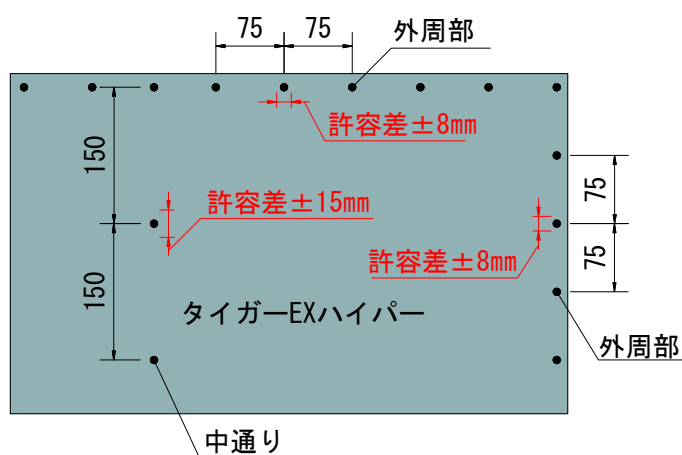

図 2 マーキングからのずれの許容差について
- ・くぎ留め間隔は、外周部で 75mm（マーキングからのくぎのずれの許容差：±8mm）以下、中通りで 150mm（マーキングからのくぎのずれの許容差：±15mm）以下としてください（図 2 参照）。